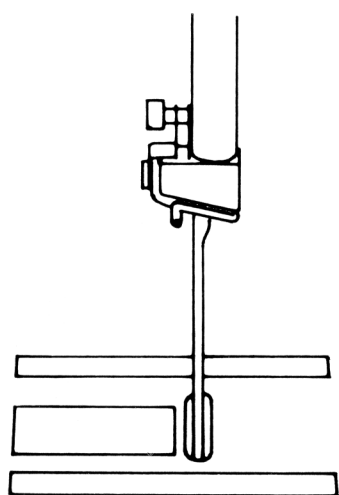

Рис. 5b
- Болт 16 вместе с балансиrom 17 сдвинуть вперед или назад, пока игла не установится точно в центре прорези на игольной пластинке (рис. 5b).